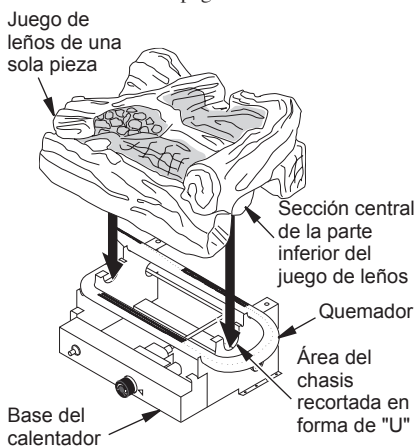

Figura 14 - Instalación del juego de leños de una sola pieza de la estufa
1. Coloque el leño de una sola pieza sobre la base del calentador, como se muestra en la figura 14. Asegúrese de que la sección central de la parte inferior del leño coincida con el área recortada en forma de "U" en el centro de la base del calentador. El leño se ajustará firmemente en la base. **IMPORTANTE:** asegúrese de que el leño no cubra ninguno de los orificios del quemador y que no toque la cavidad de la estufa (consulte la figura 14).
2. Sujete el panel posterior a la estufa con los cuatro (4) pernos y arandelas que quitó en el paso 4 de *Desempaque*, en la página 7. Asegúrese de que la etiqueta de identificación del producto esté en la esquina exterior inferior izquierda.